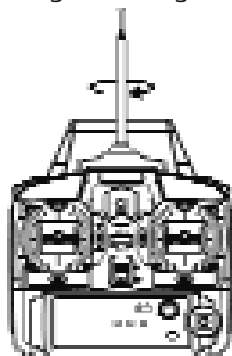

Fig.1
1. Installer l'antenne dans l'émetteur et fixer la en tournant dans le sens horaire des aiguilles d'une montre jusqu'à blocage complet (fig. 1).